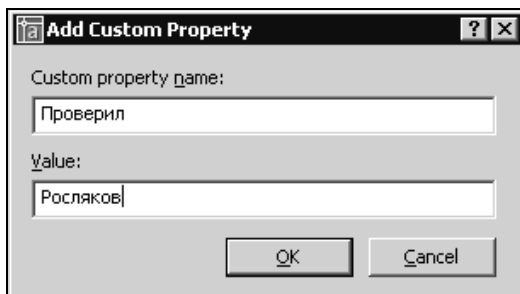

Рис. 9.21. Диалоговое окно для назначения нового свойства рисунку
4. Щелкните на кнопке **Add** (Добавить) и в появившемся окне **Add Custom Property** (Новое свойство) (рис. 9.21) введите наименование новой категории свойств рисунка в поле **Custom property name** (Наименование свойства) и его значение в поле **Value** (Значение). Щелкните затем на кнопке **OK** и вернитесь в диалоговое окно **Properties** (Свойства рисунка).